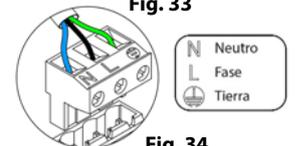

Fig. 34
La conexión de alimentación eléctrica al módulo se realiza mediante una borna de 3 pines (1). Fije los cables con los tornillos de la borna respetando la polaridad de la misma (Fig. 34).